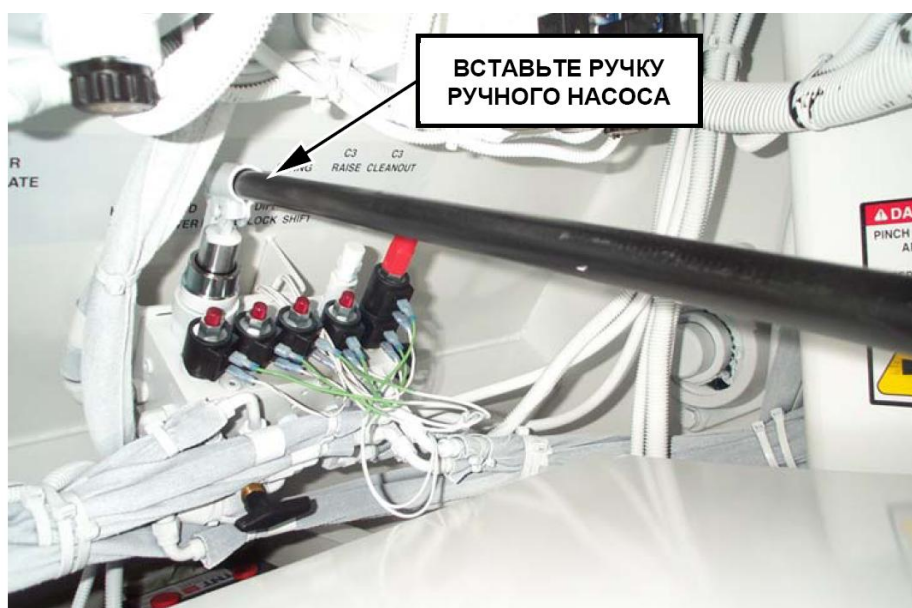

РИСУНОК 24
2. Вставьте прилагающуюся ручку в ручной насос и качайте, пока в ручке не почувствуете сильное сопротивление (рисунок 24).